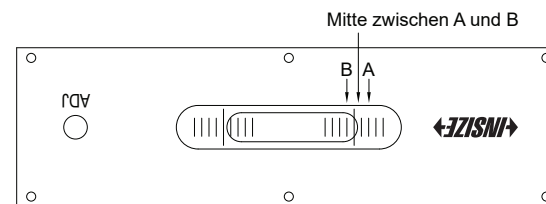

Abb. 5
e) Wenn $A-B \leq 1/2 \text{ div}$, kann der Pegel verwendet werden. Wenn $A-B > 1/2 \text{ div}$ (im obigen Beispiel $A-B=3 \text{ div}$), drehen Sie die Einstellschraube leicht, bis sich die Blase in die Mitte zwischen A und B bewegt (Abb.5).